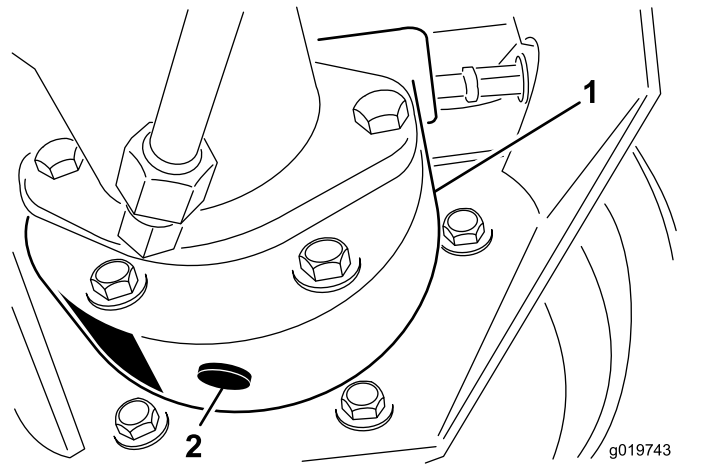

Figura 56
3. Mettete una bacinella sotto la scatola del freno, togliete il tappo di spurgo e lasciate defluire l'olio (Figura 56).